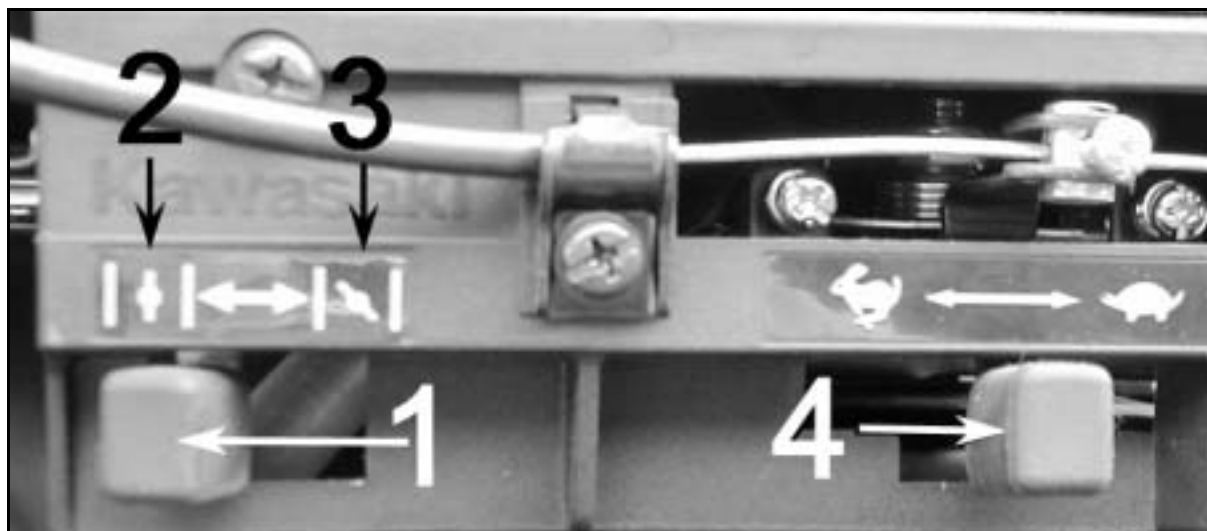

Figure 4
Il sert lors du démarrage à froid. Pour l'actionner, déplacez le levier (Figure 4, repère 1) vers l'arrière (Figure 4, repère 3). Une fois le démarrage effectué il faut ramener le levier sur la position ouverte (Figure 4, repère 2). Ne l'actionnez pas moteur chaud.
Le levier d'accélérateur (Figure 4, repère 4) permet la variation du régime moteur. Il fonctionne en parallèle avec celui se trouvant sur le guidon.
- Poussez le levier de starter (Figure 4, repère 1), vers l'arrière.